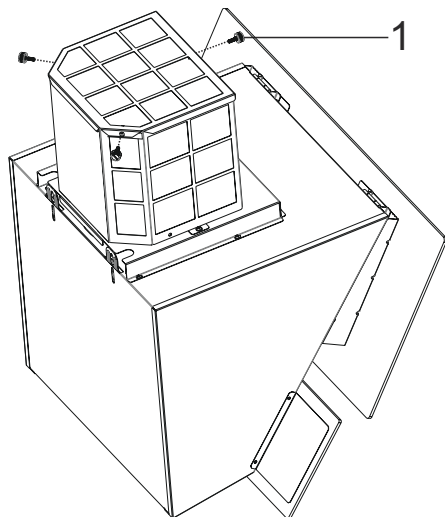

Fig. 12
- Fjern de 3 skruer med plastikhoveder for at afmontere toppladen på kulfilterkabinettet (Fig. 12).